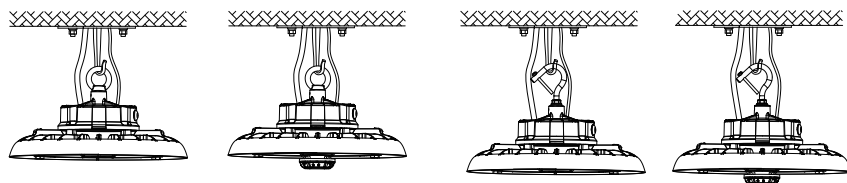

Figure 2
2. Accrochez le luminaire au crochet ou à la chaîne au plafond (Figure 2).